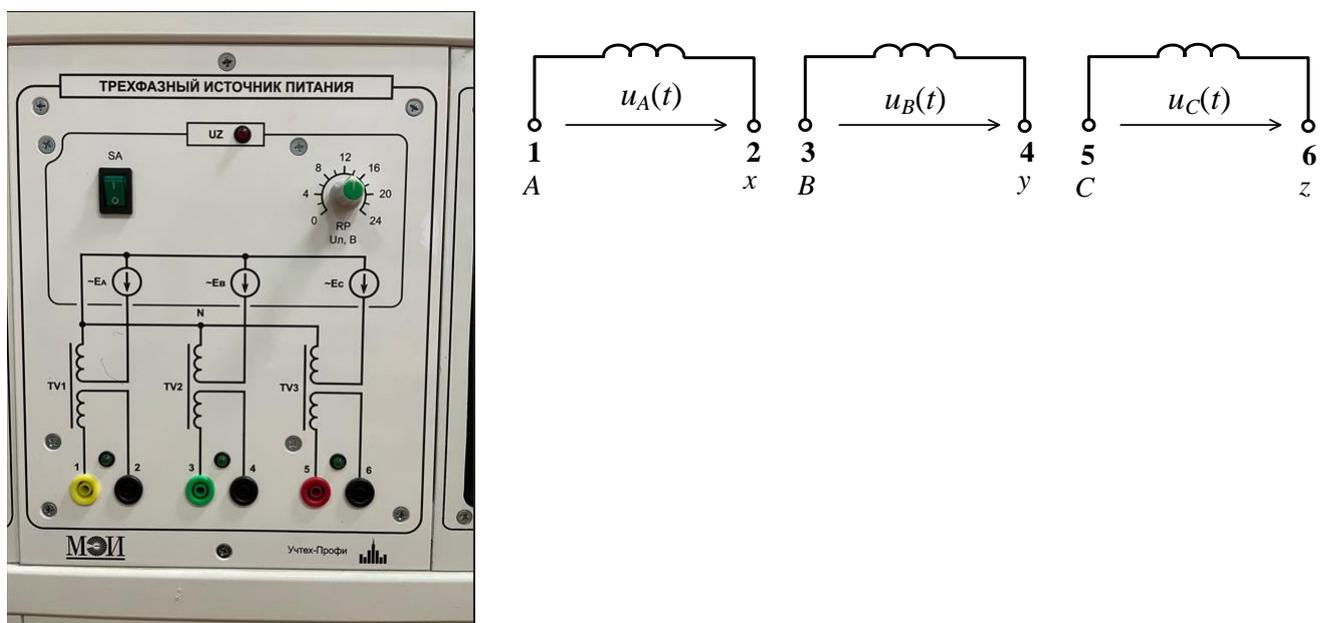

Рис. 9. Модуль **ТРЕХФАЗНЫЙ ИСТОЧНИК ПИТАНИЯ** и схемное изображение фазных обмоток
4.1. Используя обозначение фазных обмоток генератора (см. рис. 9), изобразить схему соединения «звезда» с маркировкой начал и концов обмоток. Считая источник идеальным, записать выражения для комплексных действующих значений его фазных и линейных напряжений, если $U_{\phi} = 7$ В. Построить в масштабе векторную диаграмму с указанием векторов фазных и линейных напряжений генератора.
4.2. Используя обозначение фазных обмоток генератора (см. рис. 9), изобразить схему соединения «треугольник» с маркировкой начал и концов обмоток. Записать выражения для комплексных действующих значений линейных напряжений источника, если $U_{\phi} = 3$ В. Построить в масштабе векторную диаграмму с указанием векторов фазных (линейных) напряжений генератора.
Источником симметричного трехфазного напряжения является модуль **ТРЕХФАЗНЫЙ ИСТОЧНИК ПИТАНИЯ (UZ)** (рис. 9). Источник имеет шесть выводов: **1, 2** – «начало» и «конец» обмотки фазы *A* генератора; **3, 4** – «начало» и «конец» обмотки фазы *B* генератора; **5, 6** – «начало» и «конец» обмотки фазы *C* генератора. Вывод концов обмоток окрашен в черный цвет, для начала обмоток использована общепринятая цветовая маркировка – желтый, зеленый и красный цвета для фаз *A, B, C* соответственно. Действующее значение фазной ЭДС (фазного напряжения) устанавливается с помощью регулятора **RP**. Ручка регулятора указывает на действующее значение линейного напряжения генератора при соединении фазных обмоток «звездой».